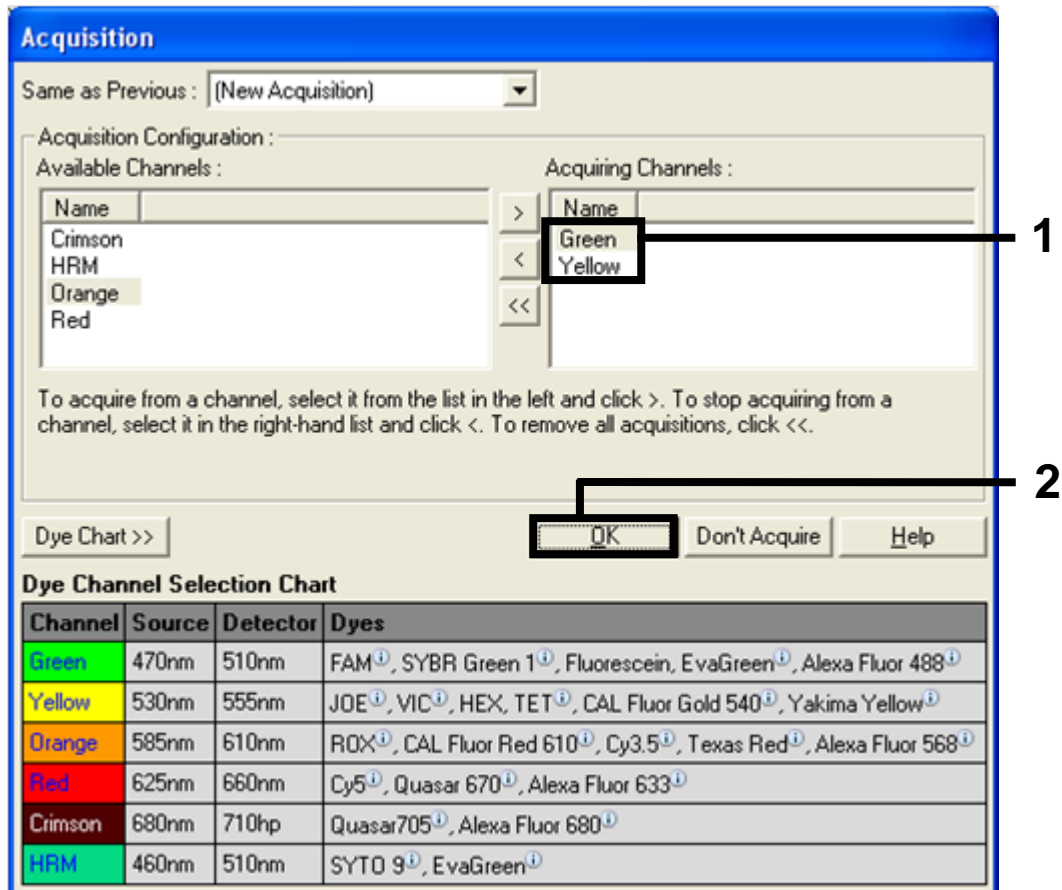

Figure 28. Acquisition à l'étape du cycle à 60 °C (1 = canaux sélectionnés, 2 = bouton « OK »).
10. Régler « Green » (vert) et « Yellow » (jaune) comme « Acquiring Channels » (canaux d'acquisition) en sélectionnant le bouton « > » pour les transférer depuis la liste « Available Channels » (canaux disponibles). Cliquer sur « OK » (figure 28).